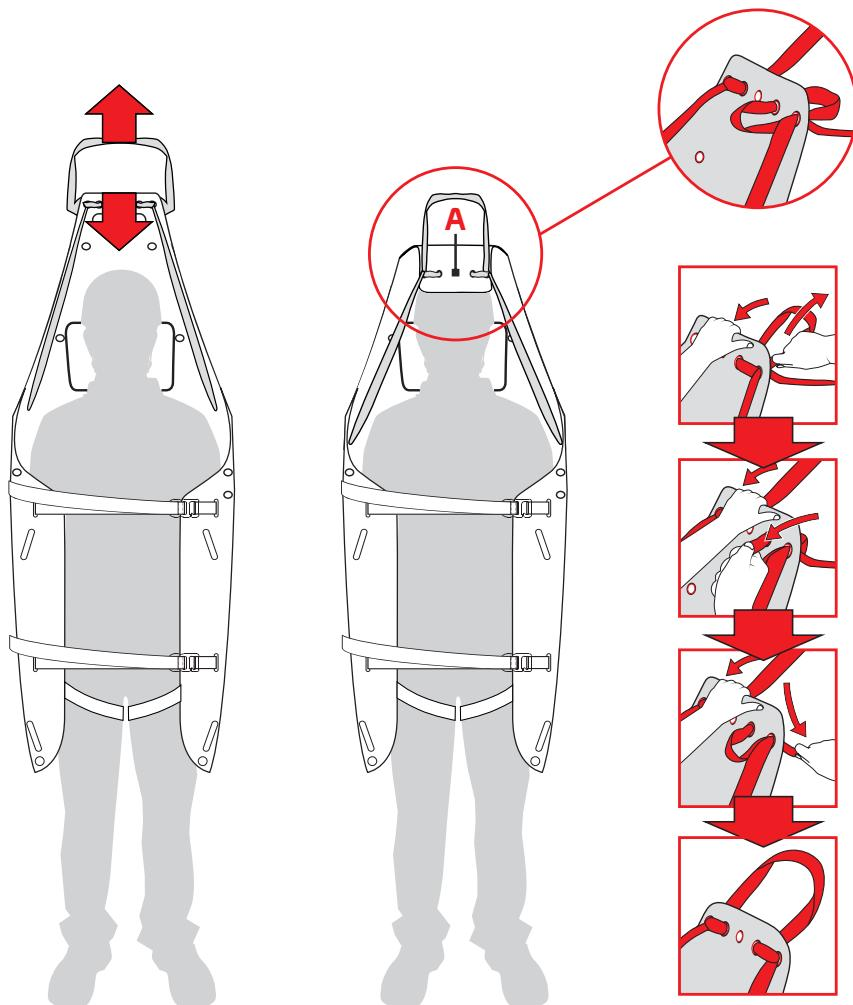

Fig.12
- inserire i cosciali (L) nelle asole A4 del piano di appoggio e sganciare le fibbie automatiche (G) (fig. 12).
a) trascinamento: tensionare la fettuccia (E), per sollevare la parte terminale del piano di appoggio (A) di quanto necessario a contenere la testa del paziente, e bloccarla (fig. 12).